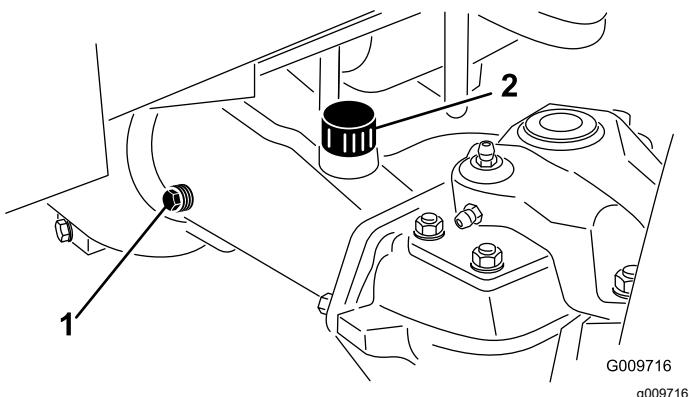

Figure 66
2. Enlevez un bouchon de contrôle à une extrémité du pont et vérifiez que le lubrifiant atteint la base de l'orifice (Figure 66).